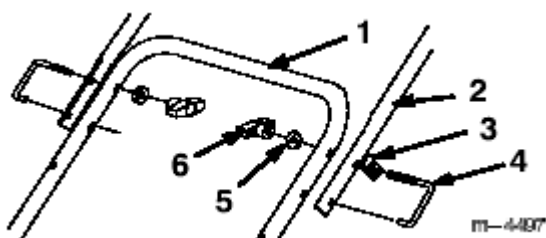

图6
- 3、如图6所示安装扶手上部。紧固扶手栓前，必须使控制线穿过控制线导环。（图6）